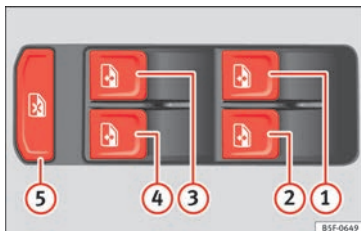

Fig. 128 Detalle de la puerta del conductor: mandos para las ventanillas.
Pulsando la tecla de seguridad » **fig. 128** puede desactivar los mandos en las puertas traseras. Volviendo a presionar la tecla de seguridad se reactivarán los mandos de las puertas traseras.
- Al viajar niños en los asientos traseros, se recomienda por razones de seguridad utilizar la tecla de seguridad » **fig. 128**, que deshabilita los mandos de los cristales traseros.